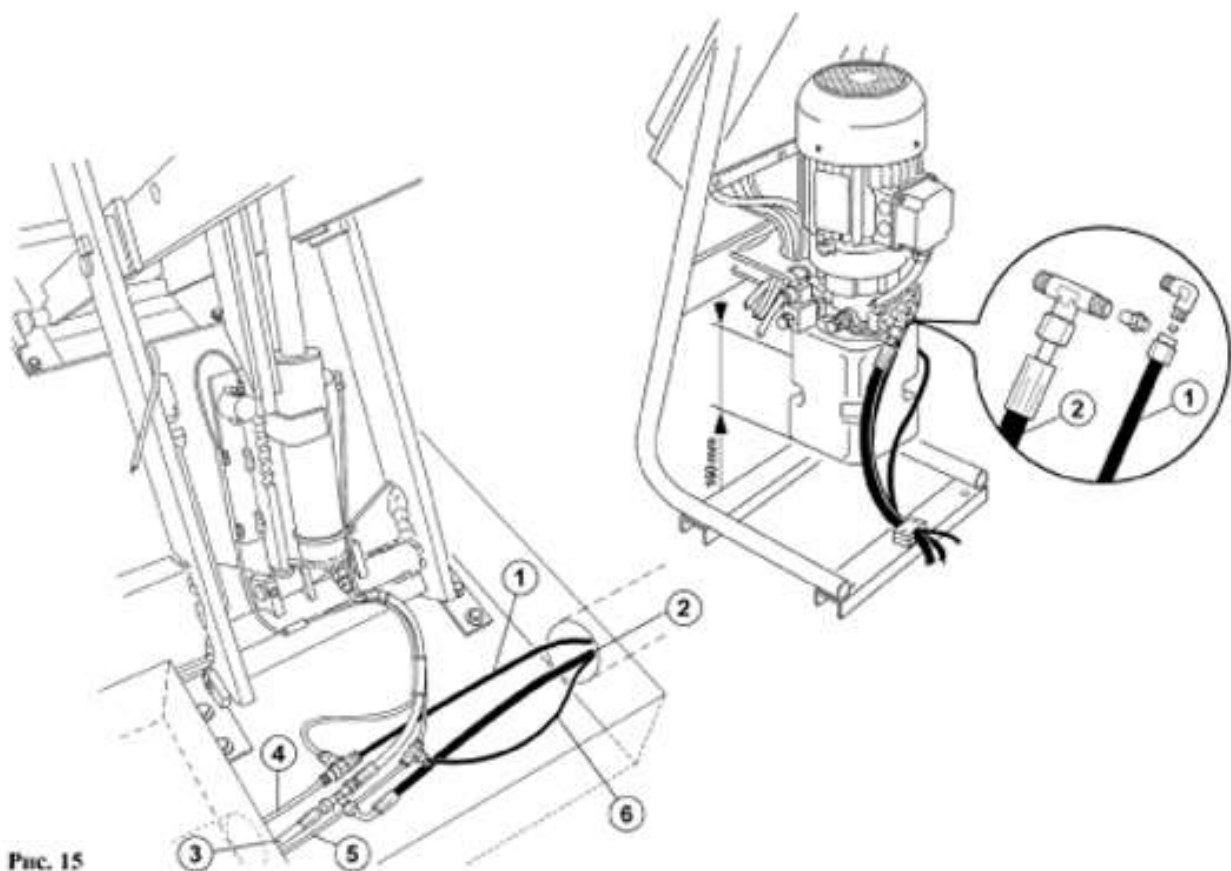

Рис. 15
- Разрежьте полосы, протяните трубки (3), (4) и (5) в трубу, проложенную в полу и соедините их, как показано на рис. 15. Затем выньте нагнетательный наконечник и пропустите нагнетательную трубу (2) для дренажа (1), сжатого воздуха (6) и микровыключатель FC1 через трубу в полу от платформы к пульту управления.